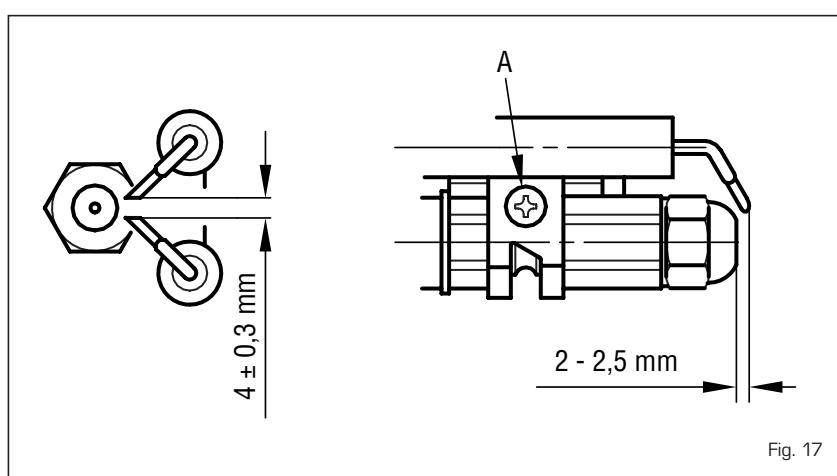

Fig. 17
#### 4.7.2 Pulizia testa di combustione (fig. 17)
Per effettuare la pulizia della testa di combustione procedere come segue (fig. 17):
- Allentare la vite di fissaggio (A fig. 17) del supporto elettrodi e sfilarlo.